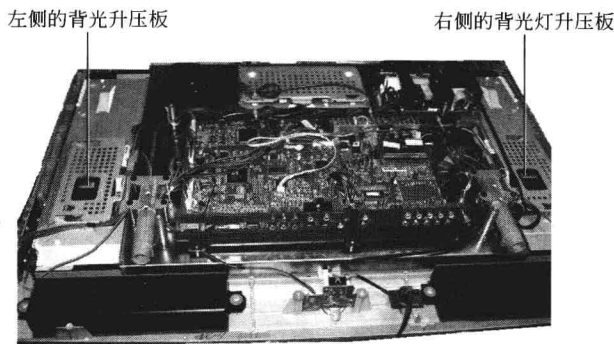

图 1-7 两块背光升压板的液晶电视机
④ 背光灯升压板增至 2 块的液晶电视机 如图 1-7 所示，主要用于大屏幕的液晶电视机。因为液晶屏尺寸增大，液晶屏内需要设置的背光灯管数量随之增多，又因大屏幕液晶屏内的灯管单独连接，所以，一个灯管需要一路单独的背光灯驱动，这就要求之配套的背光灯升压板提供的驱动脉冲路数及功率增加。为此，背光灯升压板由 1 块增至 2 块。